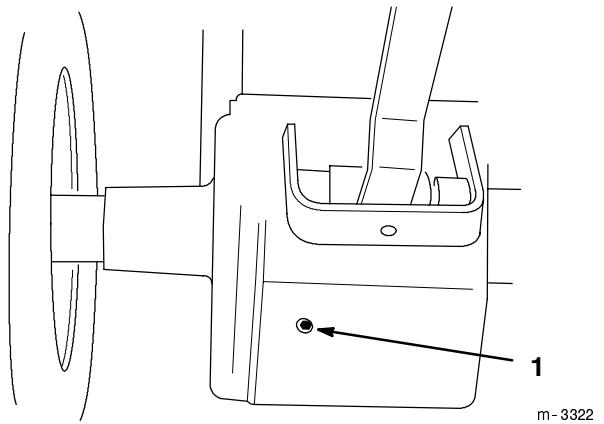

Abbildung 48
3. Eine Schale unter die Ablassöffnung der Hinterachse stellen. Den Ablass öffnen, indem die Schraube herausgeschraubt wird (Abb. 48).